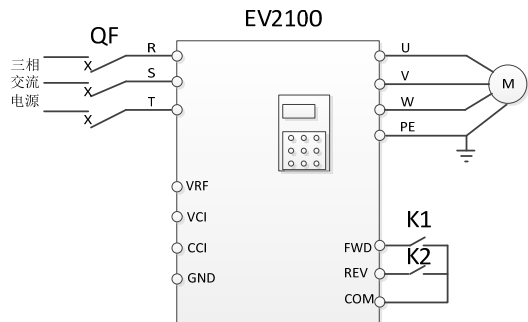

图4-15 控制端子运行配线图
如图4-15所示。
- (1)按图4-15接线后上电;
- (2)按PANEL/REMOTE键进入面板控制方式;
- (3)修改F0.02功能码参数为30.00, 即30Hz;
- (4)修改F0.03功能码为1, 运行命令由控制端子控制;
- (5)修改F6.00功能码参数为0;
- (6)按MENU/ESC键回到停机状态;
- (7)按PANEL/REMOTE键切换到控制端子控制方式, 此时, 键上方的指示灯熄灭;
- (8)将开关K1闭合, 电机开始正转运行;
- (9)断开K1电机减速停止;
- (10)将开关K2闭合, 电机开始反转运行;
- (11)断开K2电机减速停止;